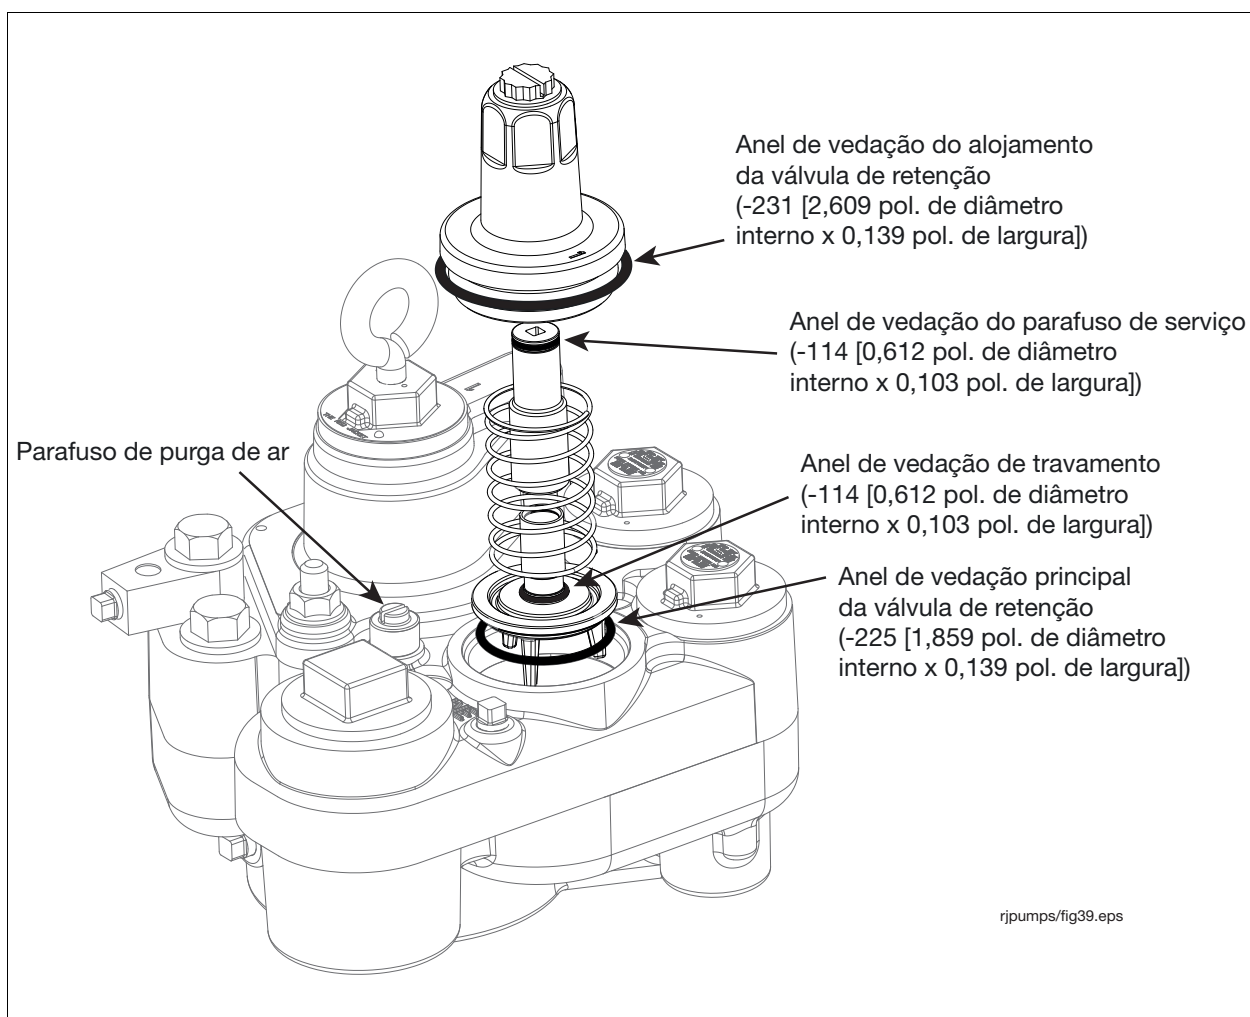

Figura 49. Inserção do conjunto da válvula de retenção no manifold
- Com o anel de vedação lubrificado no lugar, insira a válvula de retenção em seu assento no manifold e coloque a nova mola sobre a válvula de retenção (consulte a Figura 49). Coloque o alojamento da válvula de retenção com o anel de vedação sobre a mola e a válvula de retenção e aperte-o com a mão. Aperte o alojamento com um torque de 54 a 67 N•m (40 a 50 pés-lb).
- Abra o parafuso de purga de ar de 2 a 3 voltas no sentido anti-horário (consulte a Figura 49).